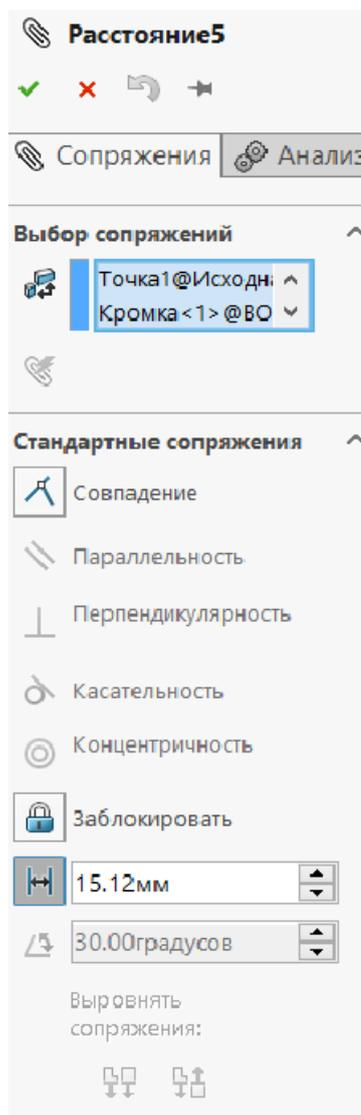

Рисунок 4 – параметры сопряжения
- Выполнить сопряжение расстоянием с указанными параметрами (рис. 4).